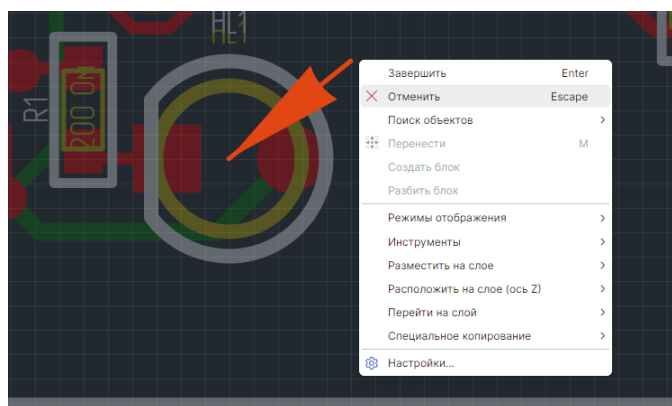

Рис. 307 Отмена размещения размерной линии
5. Размещение линии можно отменить, для этого нажмите клавишу «Escape» или вызовите контекстное меню и выберите «Отменить», см. Рис. 307.